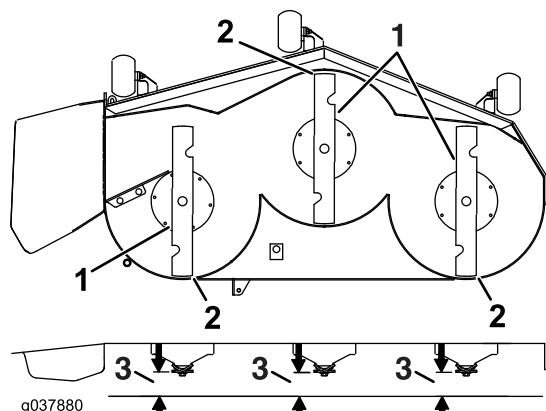

Figura 84
7. Verificarea planeității lamei față-spate (Figura 84). Asigurați-vă că vârful lamei față este mai coborât decât vârful lamei spate, aa cum este ilustrat în tabelul privind înălțimea blocului i cuitul pentru tuns. Dacă sunt necesare reglaje, continuați cu această procedură.